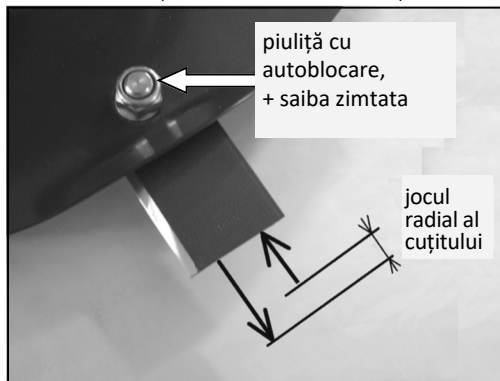
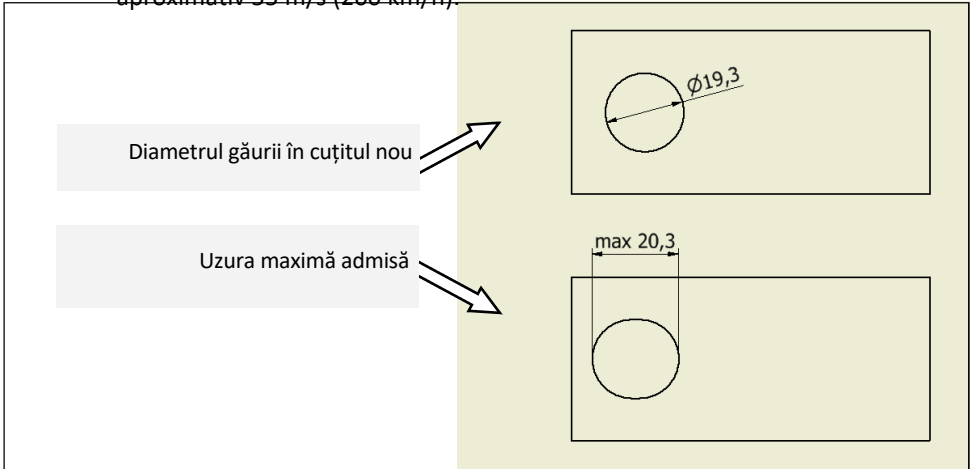

Fig. 21
Fig. 23
- Verificați uzura de la asamblarea cuțitelor pe discul de tăiere. Jocul radial al cuțitului față de șurubul cuțitului (Fig. 21) nu trebuie să depășească 1,5 mm jocul cu piese noi este de aproximativ 0,6 mm. Măsurați jocul împingând cuțitul spre centrul discului și apoi trageți-l în direcția opusă. Pentru a măsura jocul, utilizați un instrument de măsurare adecvat, cum ar fi un șubler. Asigurați-vă că nu există impurități în articulație care ar putea afecta măsurarea corectă (iarbă, pământ, etc.). Dacă nu reușiți să măsurați corect jocul sau nu sunteți sigur de exactitatea măsurătorii, este necesar să demontați cuțitele și să măsurați orificiul din cuțit . Măsurați diametrul orificiului pe direcție longitudinală (Fig. 23) și diametrul depășește 20,3 mm, este necesar să înlocuiți cuțitul cu unul nou (diametrul găurii din cuțitul nou este de aproximativ 19,3 mm).